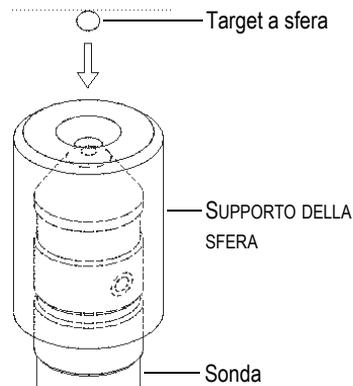

Figura 4-6 Allineamento del target a sfera e del supporto sulla sonda
3. **SFERA ON**: Selezionare il target a sfera che si desidera usare nelle misure successive insieme al **SUPPORTO DELLA SFERA** per quella data dimensione della sfera. Il supporto centra il target a sfera sull’estremità della sonda. Posizionare la sfera sopra il supporto. Posizionare il supporto al di sopra dell’estremità della sonda lasciando che il supporto si appoggi sulla sonda come illustrato nella Figura 4-6 a pagina 93.